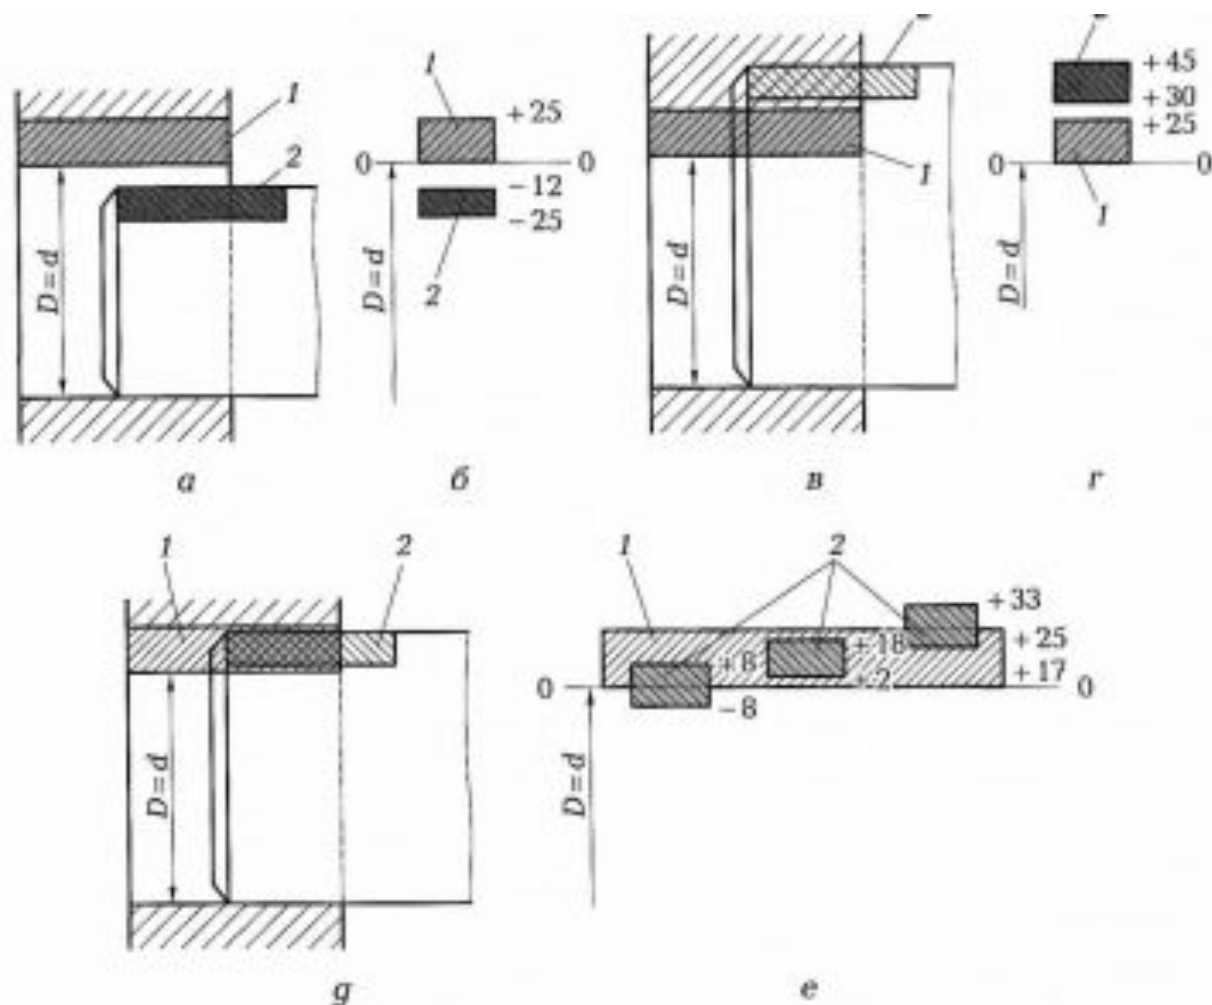

Рис. 2.9. Типы посадок и их графическое изображение:
**Посадка с зазором** (рис. 2.9, а) — это посадка, при которой зазор в соединении обеспечивается за счет разности размеров отверстия и вала. На рис. 2.9, б показана схема посадки с зазором.
**Посадка с натягом** (рис. 2.9, в) — это посадка, при которой натяг в соединении обеспечивается за счет разности размеров вала и отверстия. На рис. 2.9, г показана посадка с натягом.
**Переходная посадка** (рис. 2.9, д) — это посадка, при которой возможно получение как зазора, так и натяга (поля допусков вала и отверстия перекрываются полностью или частично). На рис. 2.9, е показана схема переходной посадки, которая характеризуется следующими основными параметрами: